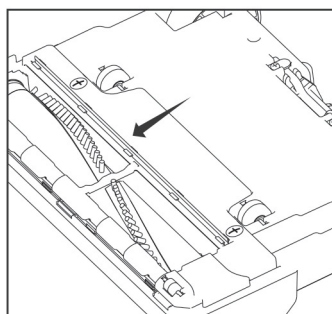

Fig. 4
Votre aspirateur est équipé d'un racloir, monté sur sa partie inférieure, qui améliore son efficacité lors du nettoyage des planchers nus (Fig. 4). Pour nettoyer les planchers en céramique, bois-franc, vinyle, etc., utilisez la position (I) du commutateur Marche/Arrêt pour obtenir les meilleurs résultats.